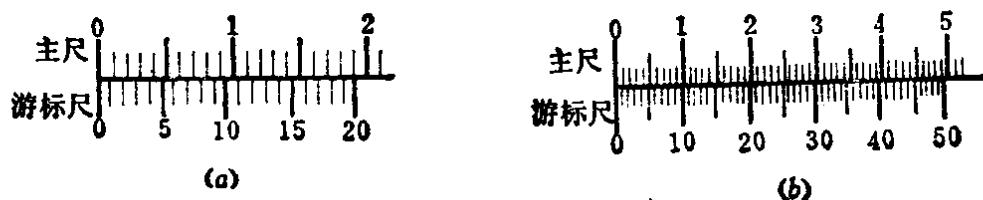

图1-8 卡尺精度刻线原理
(1) 刻线原理 游标卡尺主尺上的长度单位是毫米，每小格为 1 毫米，每大格为 10 毫米，每 10 毫米注明数字。固定在副尺上的游标尺数字是刻线格数，每 5 格或 10 格注明数字，如图 1-8 所示。每一格的宽度尺寸，因游标卡尺的精
例如 0.05 毫米游标卡尺的精度原理，是在游标尺上将 19 毫米长度刻分成 20 格。当两卡脚并拢时，主尺与游标尺的零位对齐，主尺上 19 毫米的刻线与游标尺上的第 20 格线对齐[见图 1-8(a)]则  $S = 19$  毫米， $n = 20$  格。
俗称此卡尺精度为二十分之一。又如 0.02 毫米游标卡尺的精度原理是在游标尺上，将游标 49 毫米长度刻分成 50 格。当两卡脚并拢时，主尺与游标尺的零位对齐，主尺上 49 毫米的刻线与游标尺上的第 50 格线对齐[见图 1-8(b)]则  $S = 49$  毫米， $n = 50$  格。